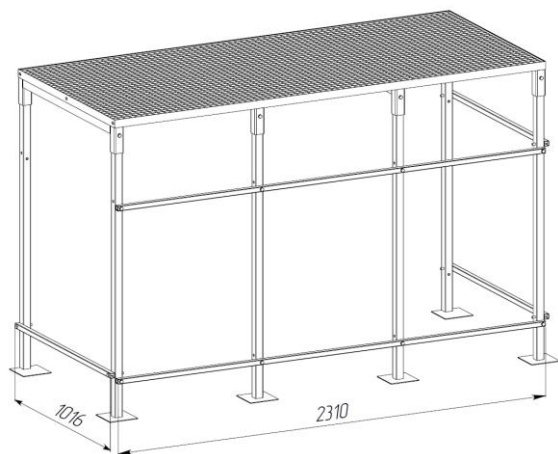

Рис. 4
4. Устанавливаются горизонтальные перемычки - две передние (поз. 5) и три боковые (поз. 6), соединение с использованием болтов М10х80 (поз. 13). Две короткие перемычки устанавливаются со стороны пандуса для скатывания. (рис. 4).